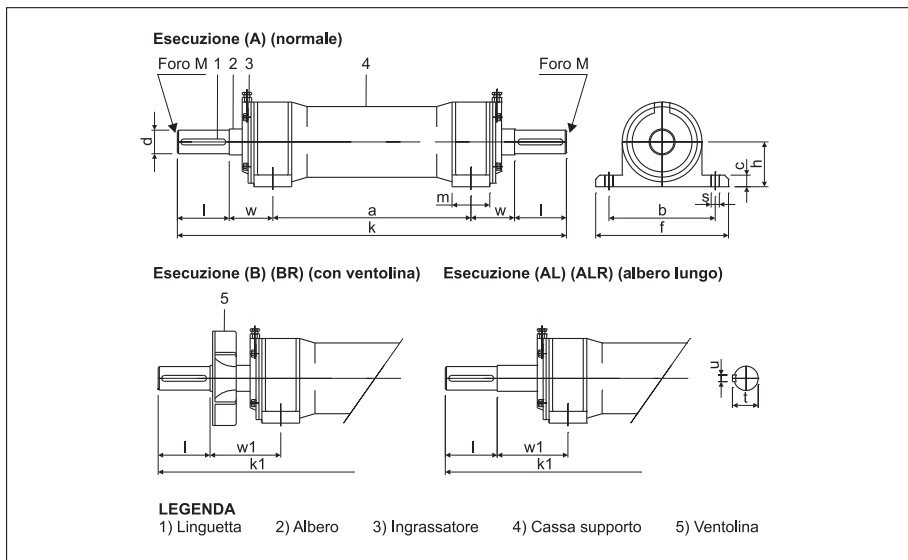

FIG. 22 (Montaggio ventilatore con trasmissione indiretta con supporto a tubo)
5.6.1- Montaggio del ventilatore con trasmissione indiretta con supporto a tubo (35A/B 28 - 40A/B 38...) (FIG. 22 e)